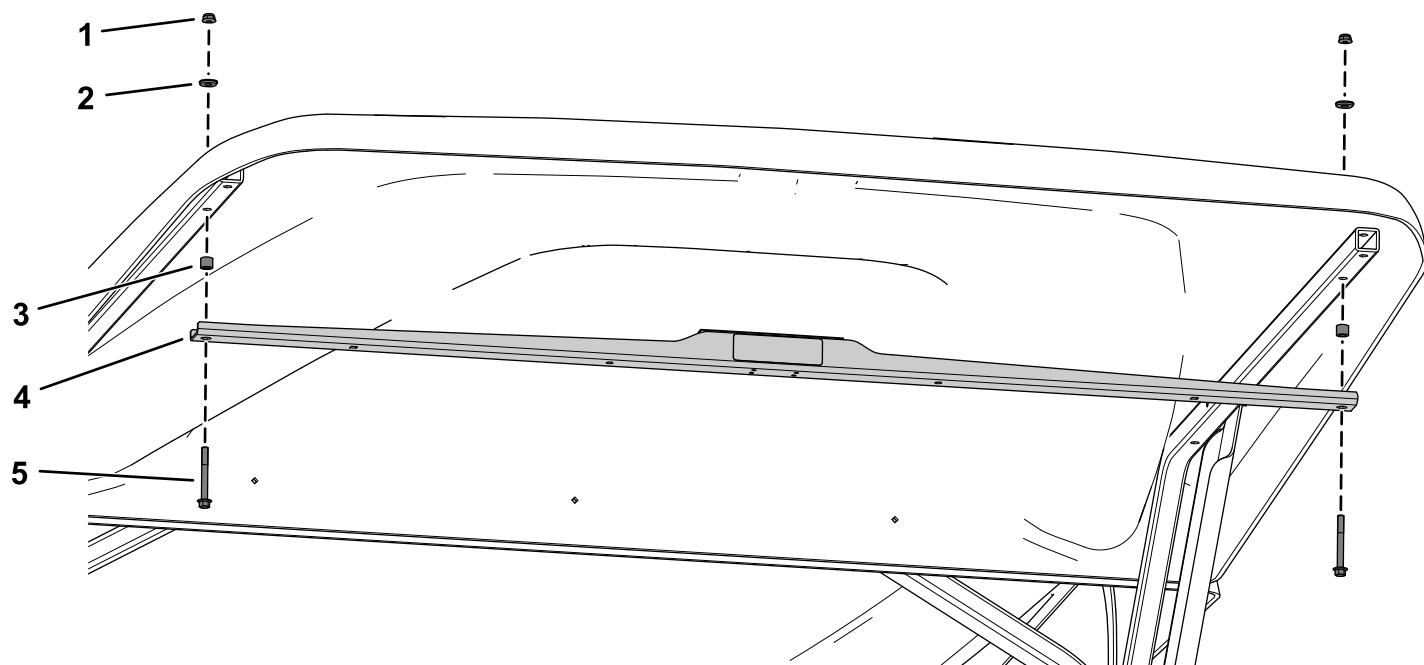

Figura 7
4. Fissate la staffa di supporto del tettuccio alla prolunga del tettuccio utilizzando 2 bulloni a testa flangiata ($\frac{1}{4}$ " x $2\frac{1}{4}$ "), 2 distanziali, 2 rondelle di tenuta e 2 dadi di bloccaggio ($\frac{1}{4}$ "), come illustrato nella Figura 7.